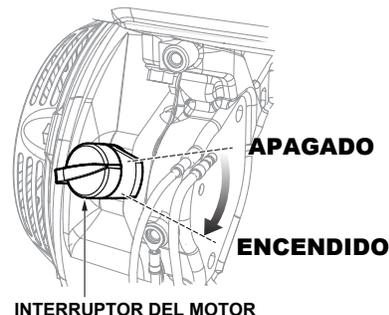

Figura 11. Interruptor de encendido/apagado del motor
4. Ponga el interruptor del motor (Figura 11) en la posición de ENCENDIDO.